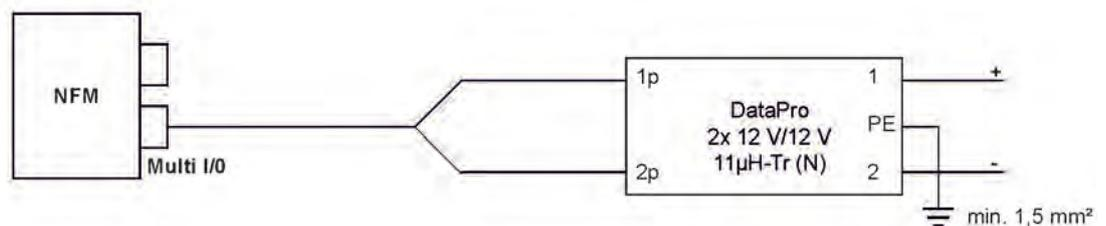

Abb. 25-3 Überspannungsschutz für Spannungsversorgung DC allgemein
Bei **direkter externer Spannungsversorgung** über 12 V DC (z. B. bei Solarspeisung) den Typen DataPro 2x1 12V/12V-11 μ H-Tr(N) für Nicht-Ex (Abb. 25-3).